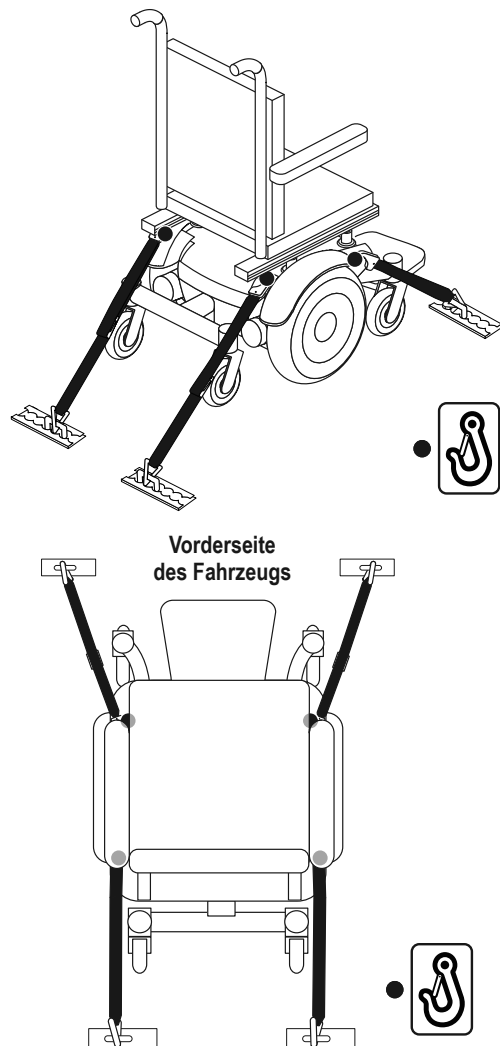

Bild 8. Sicherungspunkte des Befestigungssystems (Transport ohne Rollstuhlfahrer)
- Befestigen Sie die vier Sicherheitsgurte an den vorgesehenen Sicherungspunkten. **Siehe Bild 8.** Ziehen Sie die Sicherheitsgurte fest, so dass sie gut gestrafft sind.
- Positionieren Sie die Ankerpunkte für die hinteren Sicherheitsgurte direkt hinter den hinteren Sicherungspunkten des Elektrorollstuhls. Die vorderen Sicherheitsgurte müssen an Ankerpunkten am Boden befestigt werden, deren Abstand die Breite des Elektrorollstuhls übertrifft. Dadurch wird eine höhere Seitenstabilität erreicht. **Siehe Bild 8.**